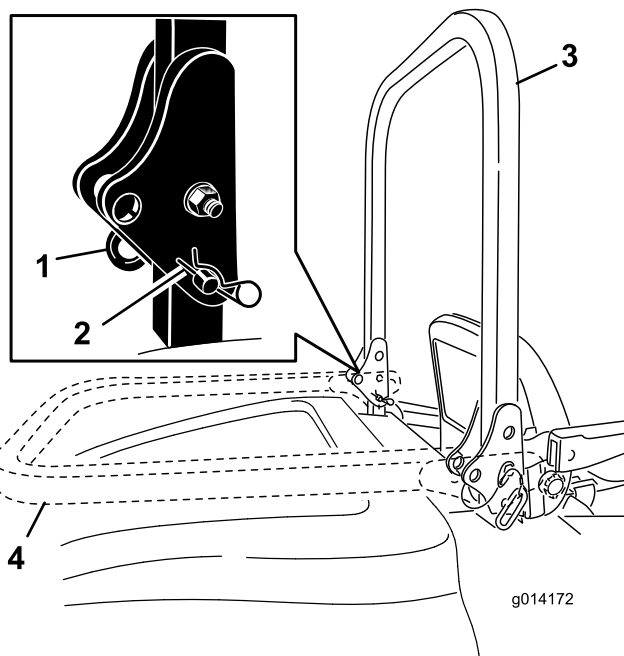

Figure 20
1. Pour abaisser l'arceau de sécurité, retirez les goupilles fendues, poussez l'arceau de sécurité en avant contre les ressorts et retirez les 2 axes (Figure 20).
2. Faites pivoter l'arceau de sécurité à la position abaissée (Figure 20).
3. Posez les 2 axes et fixez-les avec les goupilles fendues (Figure 20).
4. Pour relever l'arceau de sécurité, retirez les goupilles fendues puis les 2 axes (Figure 20).
5. Relevez complètement l'arceau de sécurité puis insérez les 2 axes et fixez-les avec les goupilles fendues (Figure 20).